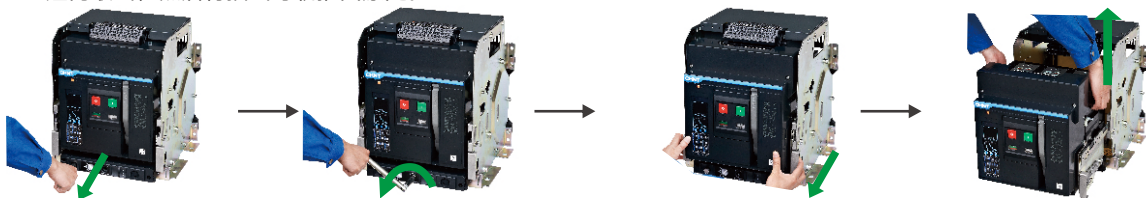

图42 取出断路器本体操作
7.2.1 将断路器本体从抽屉座中取出(图42)：抽出手柄；并将手柄六角头完全插入抽屉座手柄孔内，逆时针转动手柄，将断路器本体从“连接”位置移动至“分离”位置；将手柄拔出后，按图示拉出断路器本体(NXAF16型先按下按钮)，本体向外拉出，注意拉出断路器本体时，由于重心前移，要注意防止断路器倾倒及跌落；将断路器本体从抽屉内取出，然后将抽出导轨推回原处。